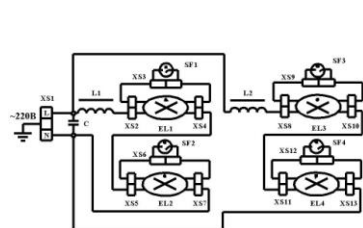
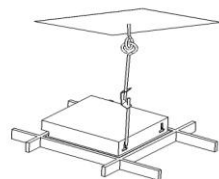
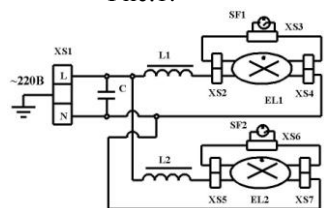

Рис.1.
Рис.2
Рис.3
Рис.1 Схема светильника 4x18 Вт; Рис.2 Схема установки светильников TLGR в потолки типа «Грильято»; Рис.3 Схема светильника 2x36 Вт; Рис.4 Схема подключения светильника с ЭПРА с регулировкой по протоколу DALI; Рис.5 Схема подключения светильника с ЭПРА; Рис.6 Схема подключения светильника с ЭПРА с аналоговой регулировкой; Рис.7 Схема подключения светильника с БАП; Рис.8 Схема светильника 2x18 Вт.
6.3. После распаковки светильника его установить в потолок. Для светильников TLGR см. рис.2.